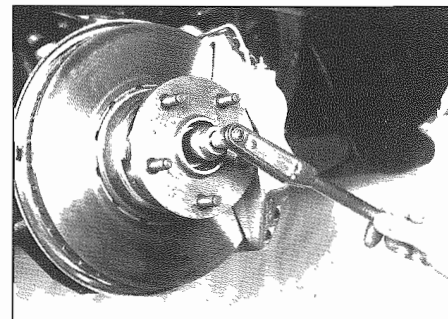

Fig. 15 - Registrazione
- Girando costantemente il mozzo, serrare il dado alla coppia di $3,0 \div 3,3$ Kgm (**Fig. 15**). In tal modo vengono allineati rulli conici ed anelli interni. Nel contempo viene espulso il grasso eccedente. Girare il mozzo ulteriormente.
- Keeping turning the hub, lock the nut at the tightening torques 3.0 to 3.3 kgm (**Fig. 15**). In such a way taper rollers and inner rings are aligned. At the same time the exceeding grease is ejected. Turn the hub again.